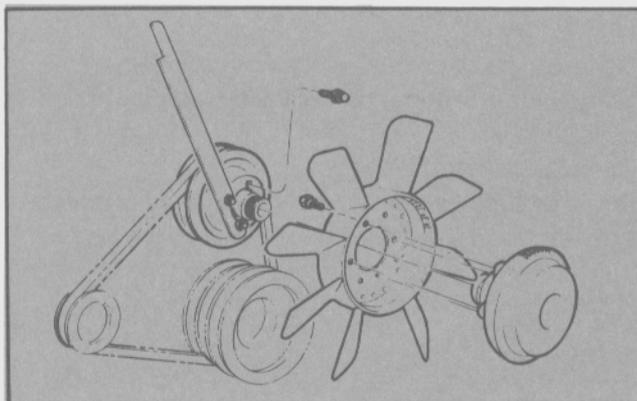

Fig. 13 - Desmontaje del acoplamiento viscoso del ventilador.
- Para motores 1,6L, retirar el deflector de ventilador, extrayendo los dos tornillos. Retirar el acoplamiento viscoso del ventilador utilizando la herramienta especial T82K-8509-BAS para poder bloquear el giro de la polea y con una llave adecuada aflojar la tuerca que viene incorporada en él. Tener en cuenta que la rosca es izquierda (Fig. 13).